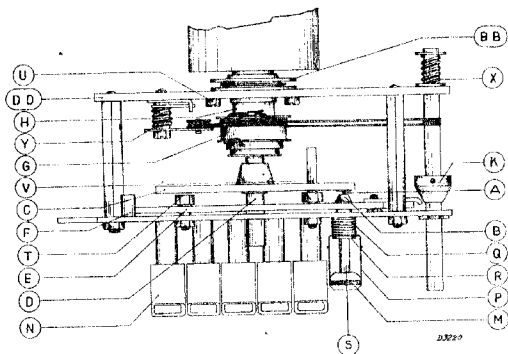

Fig. 6
Opm.: Indien het schroefje A niet ver genoeg kan worden verschoven moet de trommel G (fig. 6) iets verdraaid worden.
4. a. Blijft het apparaat goed afgestemd, dan met behulp van een instelsleutel de stelschroef A (fig. 6) naar rechts draaien tot het apparaat niet meer afgestemd is. Zie verder 5 en 6.
b. Veranderd de afstemming van het apparaat, dan met een instelsleutel de stelschroef A (fig. 6) linksom draaien tot het gewenschte station weer te hooren is.
## Uitwisselen van onderdelen van een drukknop. (zie fig. 6).